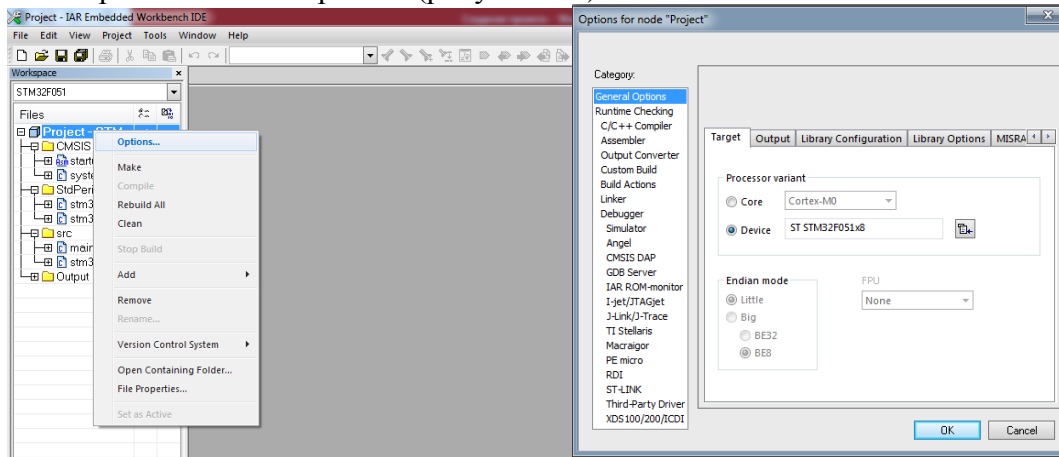

Рисунок 3.5 – Свойства проекта
15. Откроем свойства проекта (рисунок 3.5)